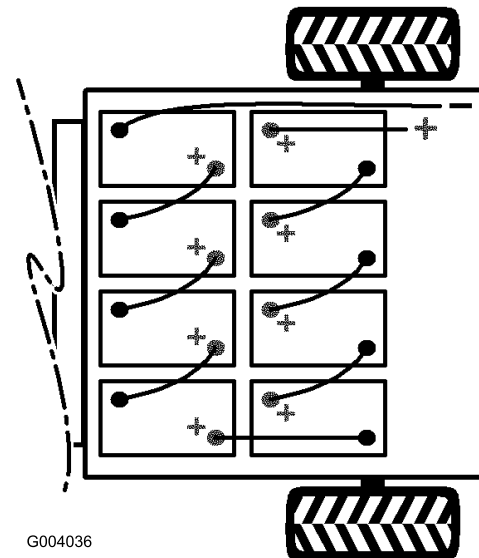

Figura 29
2. Desligue o fio negativo comprido e negro que liga os pólos das baterias ao veículo (Figura 29).
3. Desligue o fio positivo comprido e vermelho que liga os pólos das baterias ao veículo (Figura 29).
Nota: Obs.: Preste atenção à polaridade das baterias quando trocar de baterias (Figura 29).
9. Ligue as baterias umas às outras com os cabos próprios (gravura Figura 29).
10. Ligue o fio positivo comprido e vermelho das baterias ao veículo (Figura 29).
11. Ligue o fio negativo comprido e preto das baterias ao veículo (Figura 29).